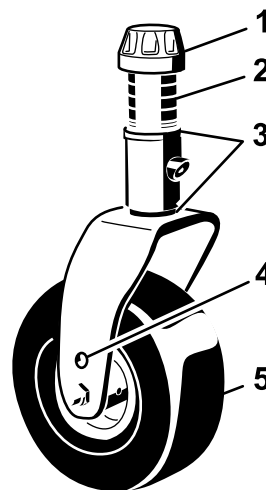

Figure 7
2. Placez les essieux des roues pivotantes dans les mêmes trous sur les deux fourches. Pour choisir les trous corrects pour la hauteur de coupe requise, reportez-vous à la Figure 7 et la Figure 8.
3. Enlevez le chapeau de tension de l'axe de pivot (Figure 7) et sortez l'axe du bras pivotant. Remplacez les 2 cales (3 mm) sur l'axe de pivot dans leur position d'origine. Elles sont requises pour que les plateaux de coupe soient parfaitement de niveau sur toute la largeur. Placez le nombre requis d'entretoises de 13 mm sur l'axe de pivot pour obtenir la hauteur de coupe voulue, puis ajoutez la rondelle.